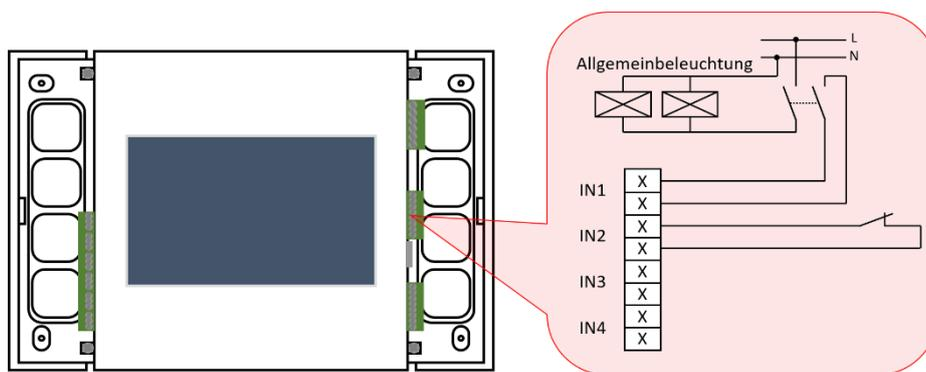

Abbildung 10 Schalteranschluss
Die Eingänge der ECC2-Touch Anlage eignen sich auch dazu, Schalter der Allgemeinbeleuchtung mit abzufragen. Dies ermöglicht Leuchten mit der Allgemeinbeleuchtung zu schalten. Die Schaltlogik kann programmiert werden. Abbildung 10 Schalteranschluss zeigt die korrekte Verkabelung für Schaltvorgänge mit oder ohne Allgemeinbeleuchtung. Bei der Programmierung kann zwischen Normal Offen (NO) und Normal geschlossen (NC) gewählt werden. Die Programmierung der Eingänge für Schaltvorgänge ist in 5.5 erläutert.